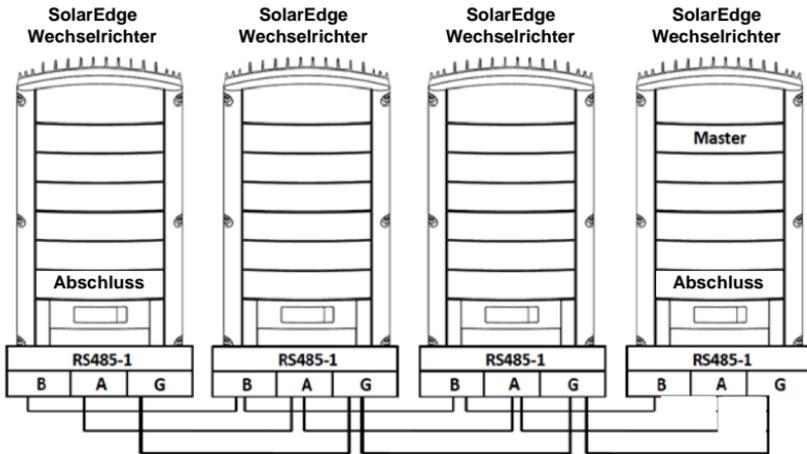

Abbildung 27: Beispiel für den Anschluss eines RS485-Busses
- Schließen Sie die anderen Wechselrichter in der Reihenschaltung an. Für die Verbindung des Anschlusses **A** eines Wechselrichters mit dem Anschluss **A** eines anderen Wechselrichters können Sie eine Ader beliebiger Farbe wählen, solange Sie dieselbe Farbe für die Verdrahtung aller Anschlüsse **A** verwenden. Das Gleiche gilt für die Verdrahtung der Anschlüsse **G** und **B**. Auf Abbildung 27 finden Sie eine Konzeptdarstellung dieser Verschaltung.